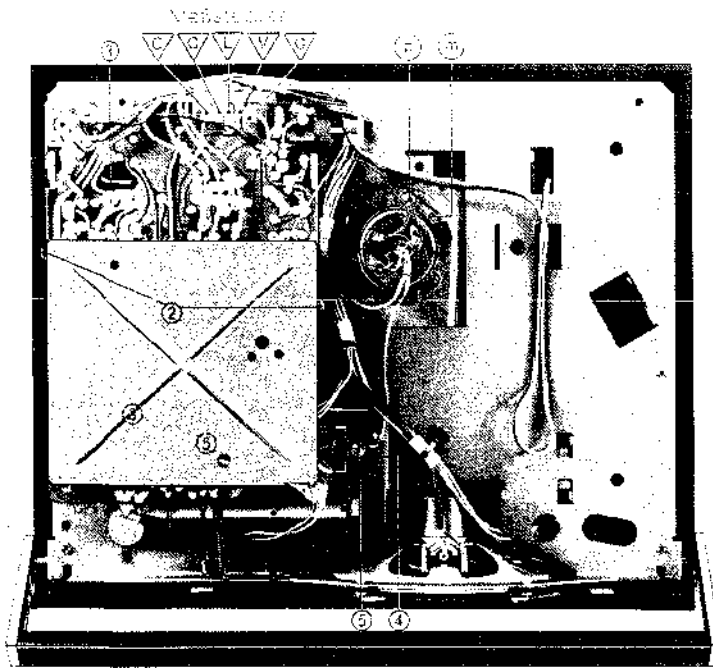

Abb. 4
Batteriefach öffnen. Vier Schrauben  $\odot$  herausdrehen, Knopf des Betriebsartenschalters und der Schieberegler abziehen. Beide Gehäuseschalen sind einzeln abnehmbar und das Chassis kann in einer Halbschale liegenbleiben. (Abb. 4/5). Dadurch werden in vielen Fällen die Servicearbeiten erleichtert.
Zuerst Leitungen ablöten und Vierkantriemen (23) abhängen. Dann die drei Befestigungsschrauben (p) herausdrehen (Abb. 4). Der Motor läßt sich nun nach leichtem Drehen, bis sich die Befestigungslappen mit den Ausnehmungen im Motorhalter decken, herausnehmen. Beim Einbau des neuen Motors ist darauf zu achten, daß die Plusmarkierung auf dem Motorgehäuse möglichst nahe der Ausstanzung (m) (Abb. 4) zu liegen kommt und die Masseverbindung von der Tonwellenlagerplatte (unter Schraube (e) - Abb. 4) direkt an die Zentralmasse des Motors (minus) gelötet wird.